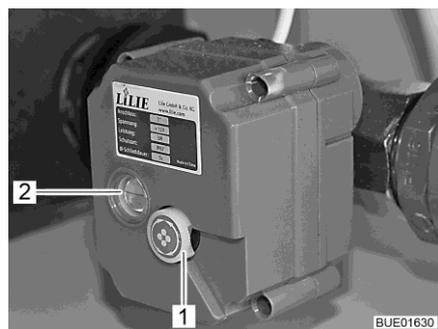

Fig. 172 Robinet de vidange à commande électrique
Une ligne rouge dans le regard (Fig. 172,2) du robinet de vidange à commande électrique indique la position du robinet :
- Tirer la molette (Fig. 172,1) du robinet de vidange à commande électrique vers l'extérieur et la faire tourner (peu importe le sens de rotation).